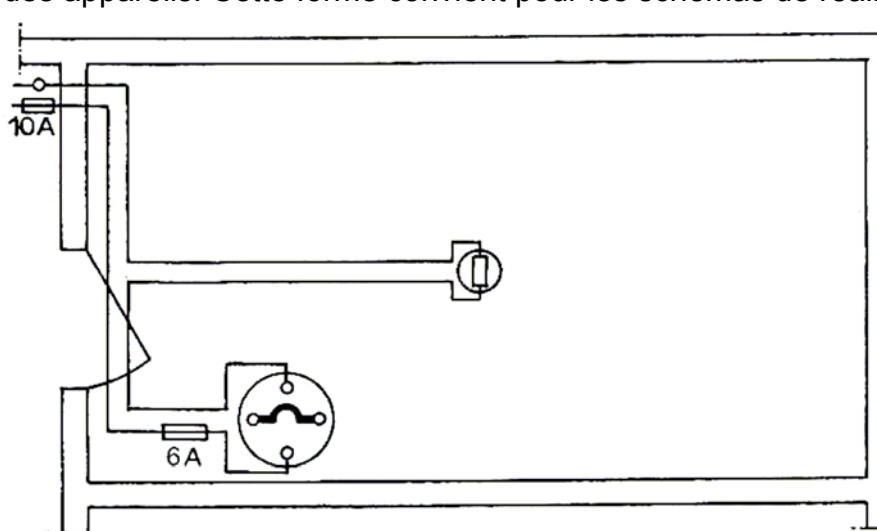

Figure 4.9 - Schéma multifilaire
b) Forme multifilaire - exemple (figure 4.9.) Plan de détail correspondant à la figure 8. Ils montrent la répartition des circuits suivant le tracé unifilaire, mais chaque conducteur est représenté par un trait, indiquant les liaisons entre les récepteurs et l'ensemble des appareils. Cette forme convient pour les schémas de réalisation.